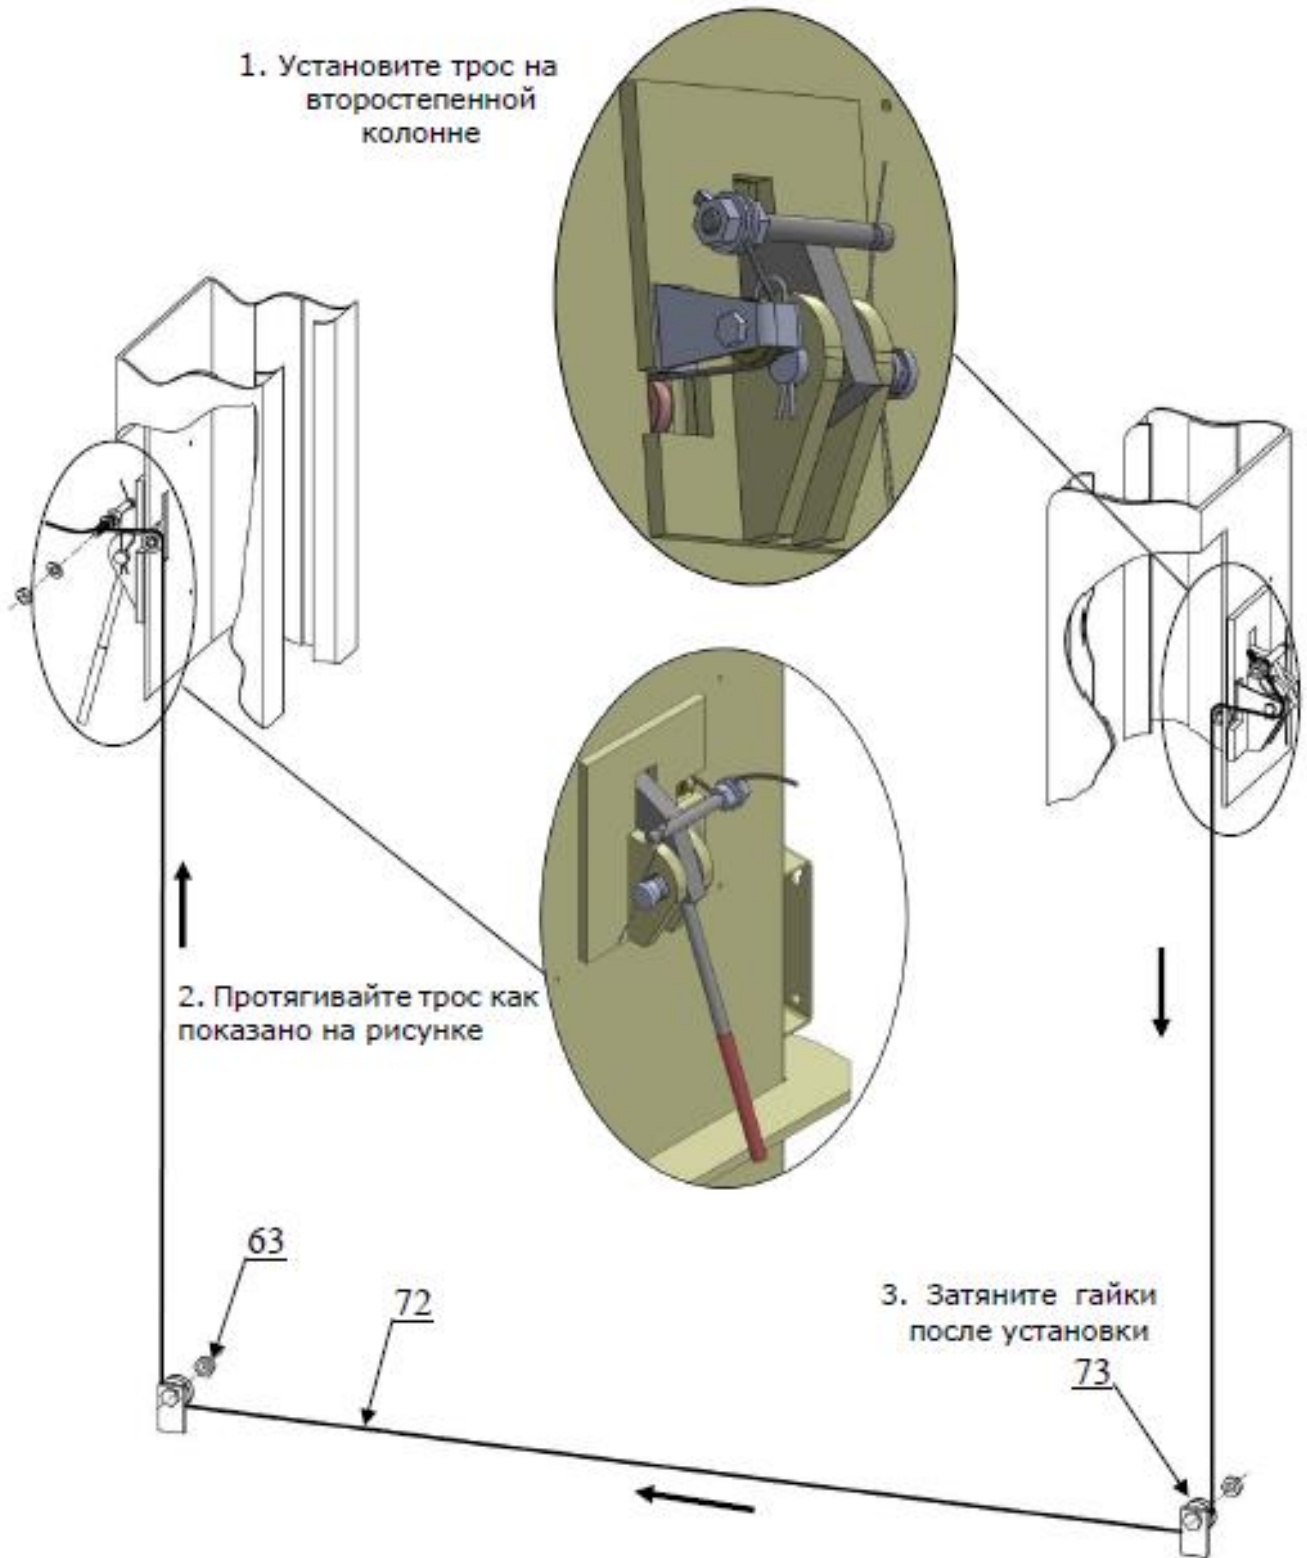

Рис. 22
**Ж. Установка страховочной системы (См. рис. 22).**